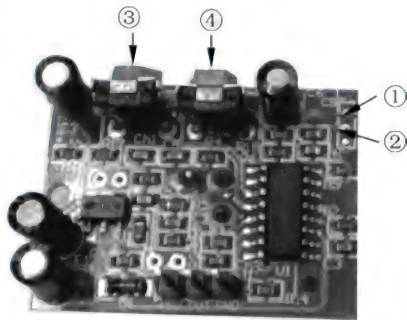

图 18.1 选择触发方式的引脚和距离调节装置
HC-SR501 有高、低电平两种触发方式, 即 L 和 H, 见图 18.1 中引脚①和②。其中, L 为不可重复触发方式, H 为可重复触发方式。可跳线选择, 默认为 H。
(1) 不可重复触发方式: 感应输出高电平后, 延时时间一结束, 输出将自动从高电平变为低电平。
(2) 可重复触发方式: 感应输出高电平后, 在延时时间内, 如果有人体在其感应范围内活动, 其输出将一直保持高电平, 直到人离开后才延时将高电平变为低电平。感应模块检测到人体的每一次活动后会自动顺延一个延时时间段, 并且以最后一次活动的时间为延时时间的起始点。
HC-SR501 模块有两个旋钮, 分别可以调整模块的封锁时间和检测距离, 见图 18.1 中的引脚③和④。这两个参数在实际应用中尤为重要, 简单了解一下即可熟练运用。
(1) 封锁时间: 感应模块在每一次感应输出后(高电平变为低电平), 可以紧跟着设置一个封锁时间, 在此时间段内感应器不接收任何感应信号。此功能可以实现(感应输出时间和封锁时间)两者的间隔工作, 可应用于间隔探测产品; 同时此功能可有效抑制负载切换过程中产生的各种干扰。